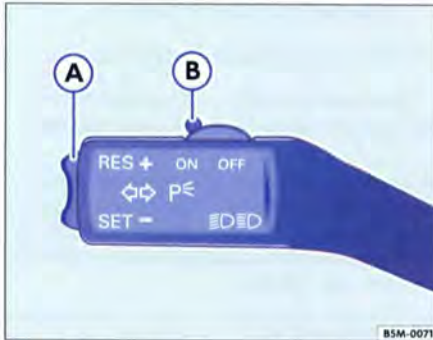

Fig. 104 Levier des clignotants et de l'inverseur-codes : commande à bascule (A) et commande (B) du régulateur de vitesse
- Déplacez la commande \Rightarrow fig. 104 (B) vers la gauche pour la mettre sur **ON**. Lorsque le régulateur de vitesse est activé, le témoin est allumé dans le combiné d'instruments.